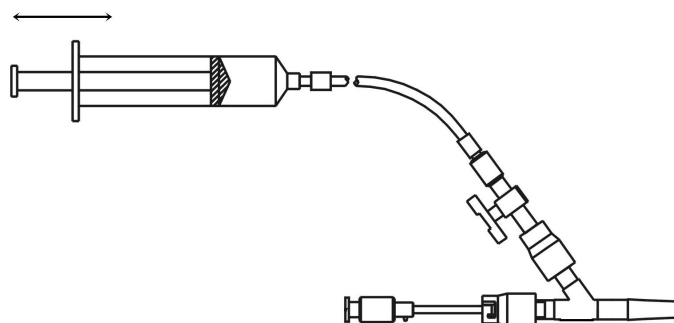

Abb. 8 Entlüftung des Drei-Wege-Hahn Ballon-Katheters
- b. **Drei-Wege-Hahn** - Öffnen Sie die Einspritzöffnung. Injizieren Sie eine Kochsalzlösung langsam in den Katheter und platzieren Sie den Ballon in einer unteren Position. Saugen die Salzlösung aus während der Ballon aufgeblasen wird. Diesen Vorgang falls nötig wiederholen, bis die gesamte Luft entfernt wurde. Schließen Sie dann die Einspritzöffnung (siehe Abb. 8).